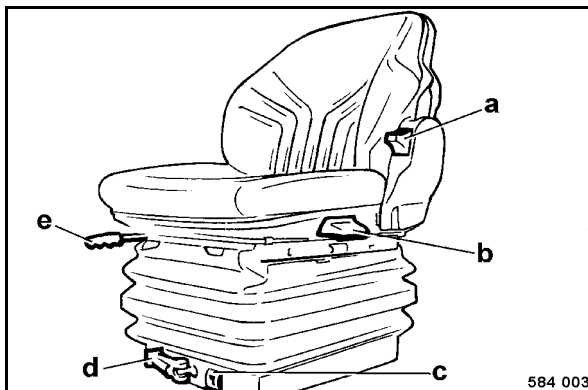

fig. 71
- Tirer la manette e (fig. 71) vers le haut et coulisser le siège vers l'avant ou l'arrière pour le régler dans la position désirée.